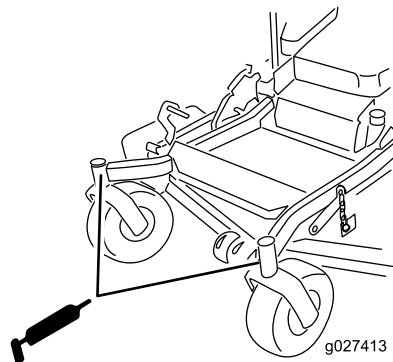

Figure 41
9. Sortez le graisseur de l'orifice. Remettez le bouchon hexagonal et le capuchon antipoussière en place (Figure 41).